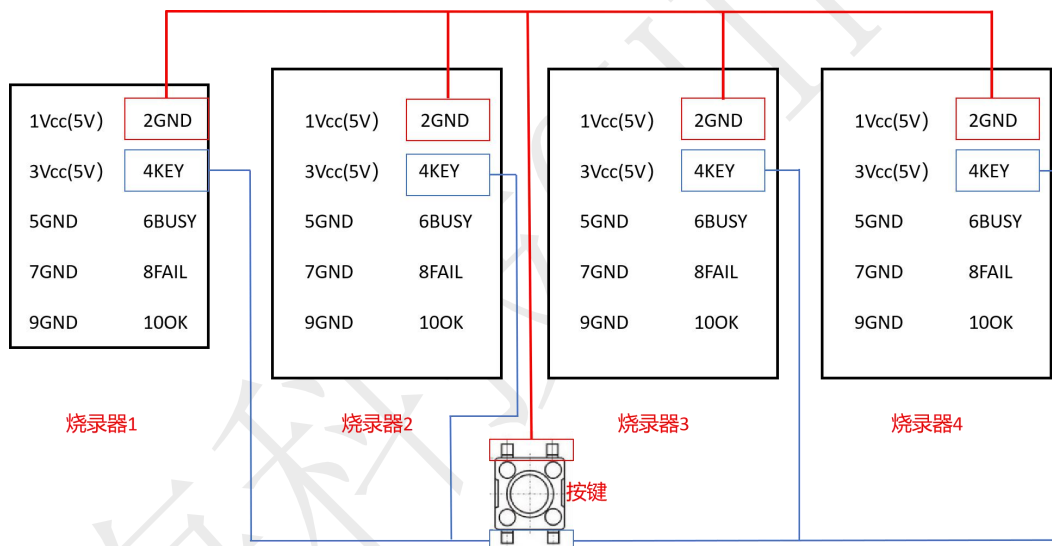

图 7-1 一拖四硬件连接图
一拖四硬件连接如图 7-1 所示。将四台烧录器机台接口的 2 号引脚 GND 连在一起，4 号引脚 KEY 连在一起。增加一个机械开关两端分别接 2 号引脚和 4 号引脚。
2. 按照图 7-1 连接四台烧录器，按照表 6-1 连接开发板与每台烧录器。